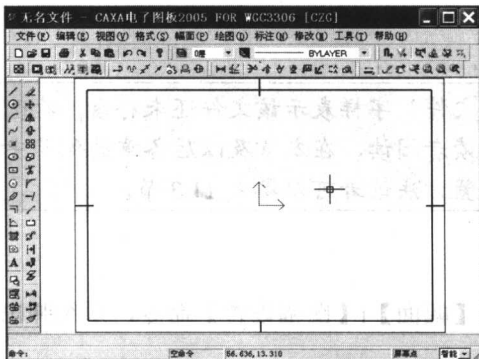

图 1.5 调入图框
- (2) 单击选择显示区中的【横 A4】图标，然后单击【确定】按钮，调入图框完成。屏幕上出现如图 1.5 所示的图框。